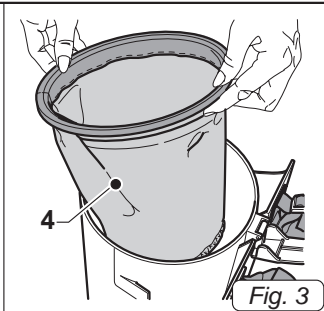
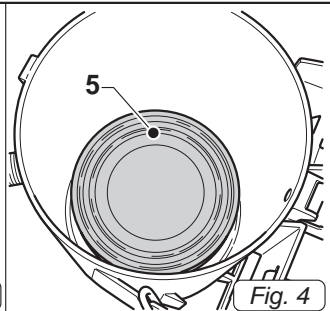
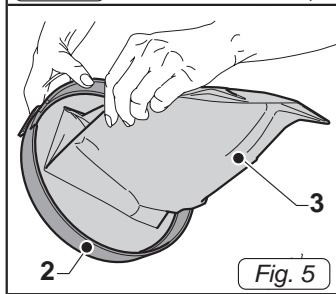
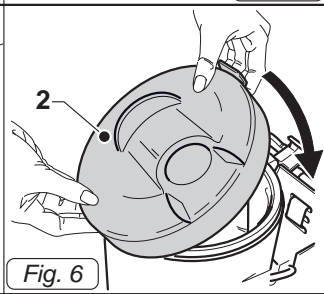

Fig. 3
Fig. 4
Fig. 5
Fig. 6
- Fjern kluden støvpose (4 Fig. 3), og kontrollere, at enheden er monteret inde i patronfilter (5 Fig. 4).
- dskift filteret klud (4 Fig.3), udskift papirpose (3 Fig.5) på dækslet (2 Fig.5) og at holde den på plads monter dækslet (2 Fig.6).